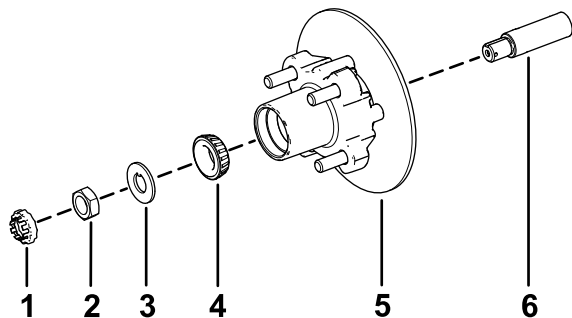

Figura 36
1. Aplique uma leve camada do lubrificante especificado no eixo (Figura 36).
2. Monte o cubo e o rotor no eixo com o rotor interior (Figura 36).
3. Monte o rolamento exterior no eixo e coloque o rolamento na correia exterior (Figura 36).
4. Monte a anilha com patilha no eixo (Figura 36).
5. Enrosque a porca do eixo no eixo e aperte a porca com 15 N·m, enquanto roda o cubo para assentar o rolamento (Figura 36).
2. Alinhe as pastilhas dos travões com cada lado do rotor (Figura 32) e os orifícios no suporte da pinça com os orifícios na montagem dos travões da estrutura do eixo (Figura 36).